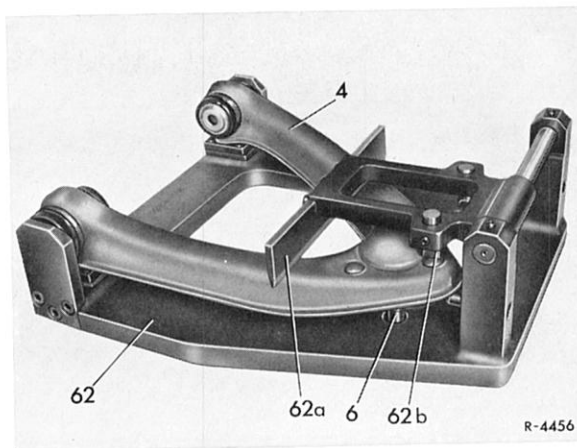

Bild 33-8/5
6 Zur Prüfung auf Verbiegung und Verschränkung kompletten Querlenker mit Gummi-Gleitlagern in die Vorrichtung (62) setzen (Bild 33-8/5, Maße und Hinweise zur Kontrolle siehe Arb.-Nr. 33-0).
7 Gummi-Gleitlager auf ihre Wiederverwendbarkeit kontrollieren. Dazu jeweils Innenbüchse herausziehen (Bild 33-8/6).